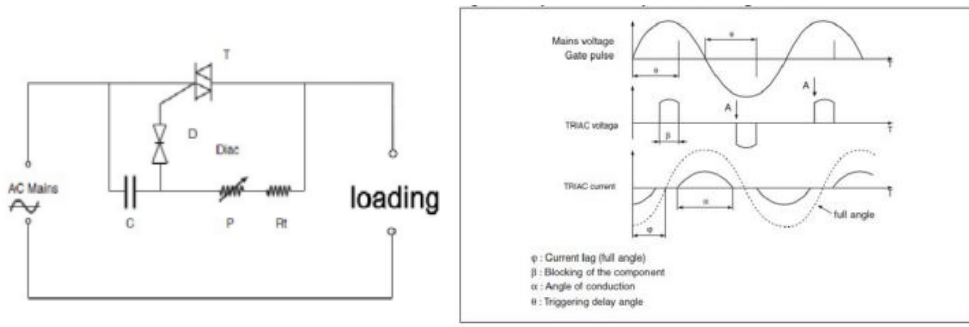

图 10 测试原理图
首先, 我们通过图 10 的测试原理图, 可以解决以下两大问题: ①鉴于可控硅的触发控制极通常不需要很大的驱动力, 电压也不要太高, 但是要求驱动信号根据待测物的特性发生变化。例如, 利用其触发电路, 调整可控硅的导通角从而改变马达的平均工作电压实现对马达的调速控制。